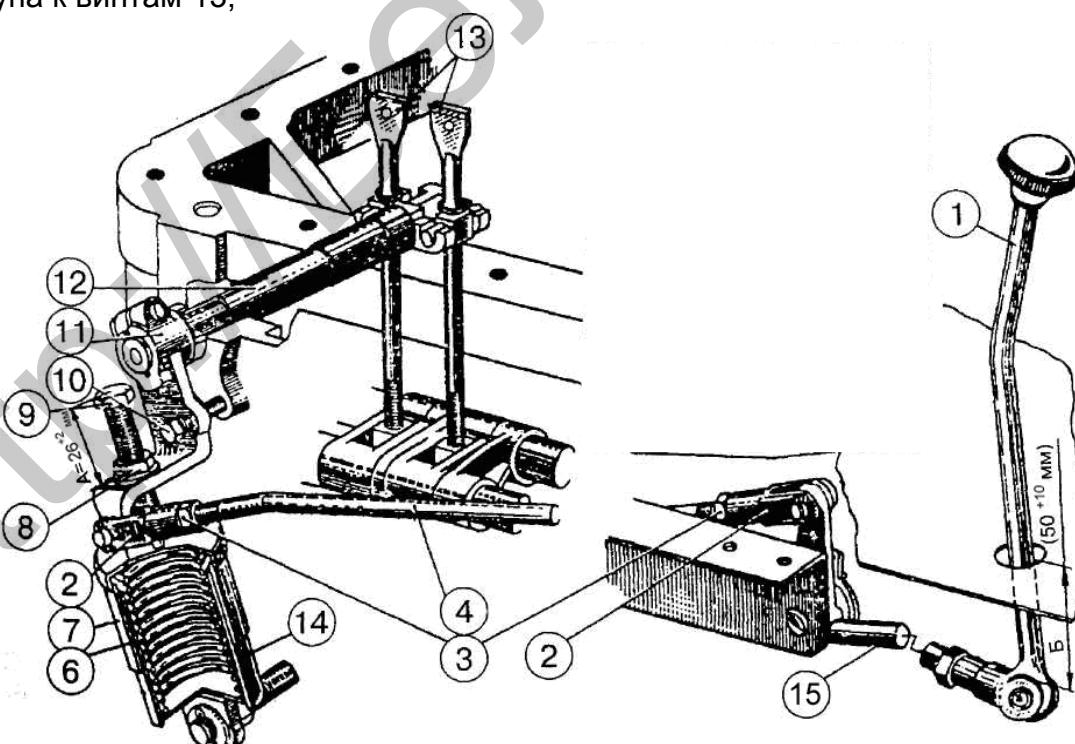
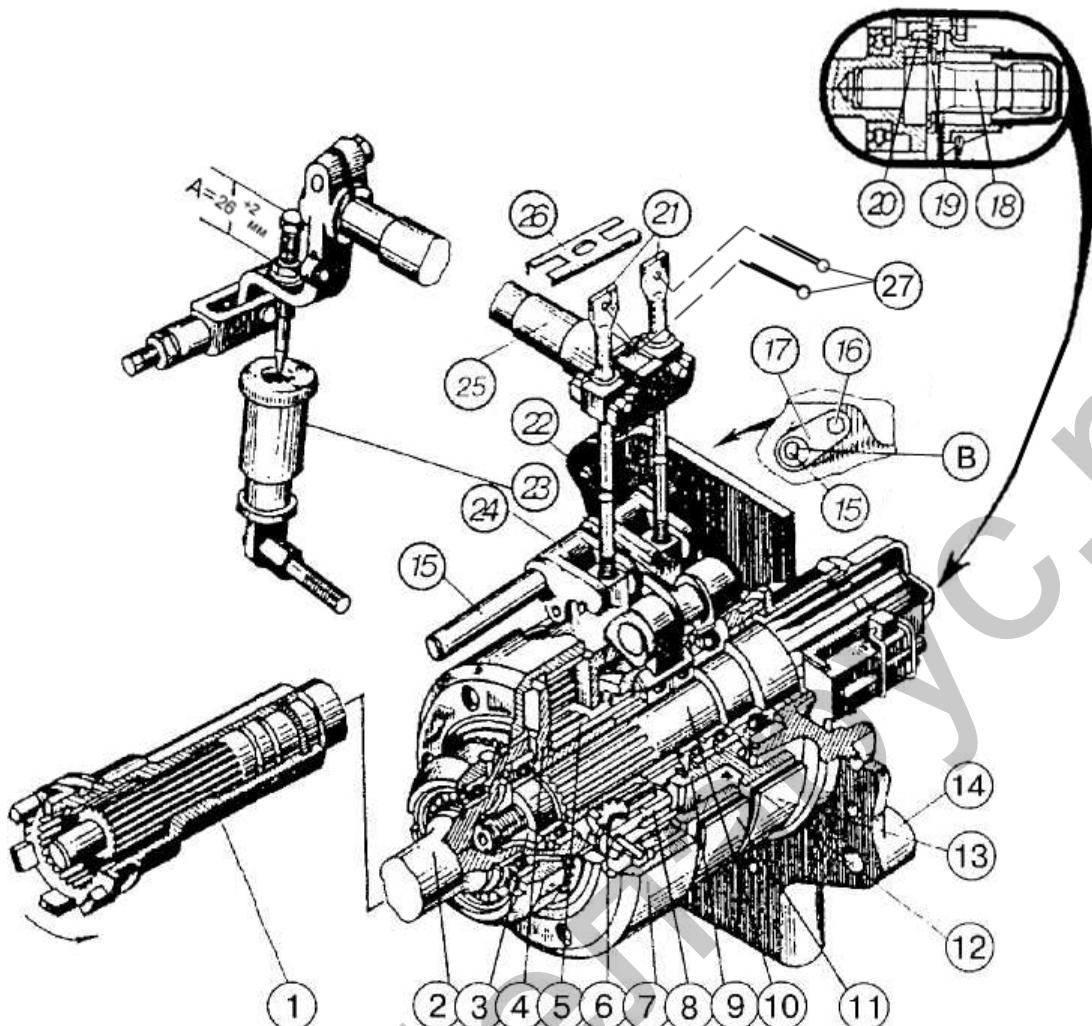

Рис. 1 Управление задним ВОМ:
Рис. 2 Планетарный редуктор заднего ВОМ:
1. Установите эксцентриковую ось 15 в исходное положение, чтобы лыска "В" (рис. 2) находилась справа вертикально и зафиксируйте стопорящей пластиной 17 и болтом 16;
2. Отсоедините тягу 4 (рис. 1);
6. Снимите стопорную пластину 26 (рис. 2), заверните поочередно регулировочные винты 21 крутящим моментом от 8 до 10 Н·м, затем отверните каждый винт на два оборота, при этом довернуть винты так, чтобы головки винтов располагались параллельно продольной оси трактора;
10. Установите тягу 4 (рис. 1), изменяя длины тяги 4 и рычага 15 отрегулируйте размер Б (50^{+10} мм).
После окончания регулировки установите на регулировочные винты 21 стопорную пластину 26 и шплинты 27 (рис. 2), крышку люка заднего моста, законтрите тягу 4 и рычаг 15 (рис. 1), а также болт 9.
После нескольких наружных регулировок эксцентриковая ось 15 (рис. 2) займет крайнее левое положение (лыска "В" станет вертикально слева), что указывает на израсходование запаса внешней регулировки. В этом случае эксцентриковую ось поворотом против часовой стрелки установите в исходное положение (лыска вертикально справа), после чего выполните регулировочные операции, как это описано для регулировки управления ВОМ для сборки на заводе или после ремонта ВОМ.
При правильно выполненной регулировке рычаг 1 (рис. 1) в положении "включено" должен не доходить до пола кабины, не менее, чем 50 мм (размер Б).
На тракторах более раннего выпуска возможно отсутствие механизма внешней подрегулировки управления ВОМ (поз. 15,16,17 рис. 2). В этом случае регулировку производите, как указано выше для регулировки управления ВОМ после ремонта или при сборке на заводе. На тракторах с малогабаритной кабиной размер "Б" составляет 50-60 мм. Эффективность тормозов ВОМ, отсутствие буксования, зависит только от пружинного механизма и в первую очередь от наличия свободных зон вокруг его и связанных с ним рычагов. Буксование ВОМ означает, что пружинный механизм или рычаги встречают дополнительное сопротивление при их перемещении вследствие отсутствия смазки в шарнирах, повышенного загрязнения, упирания (касания) в соседние детали трактора и пр.